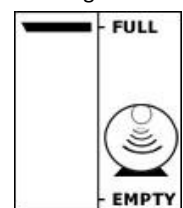

Fig. 10
- 4) Le récepteur montre une barre clignotante devant Full, mais la citerne n'est pas pleine (fig 10).